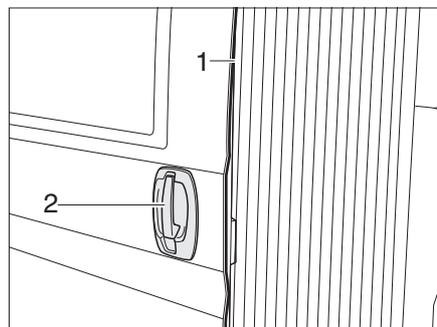

Bild 22 Schiebetür, elektrisch - Türgriff außen
- ▷ Um Quetschungen an der elektrischen Schiebetür zu vermeiden, befindet sich an der Schließkante eine Kontaktleiste (Bild 22,1). Bei Berührung wird die Bewegung der Schiebetür sofort gestoppt.
Öffnen: ■ Am Türgriff (Bild 22,2) ziehen. Die elektrische Schiebetür fährt bis zum Anschlag auf.
Schließen: ■ Am Türgriff (Bild 22,2) ziehen. Die elektrische Schiebetür schließt sich und fährt in das Türschloss.